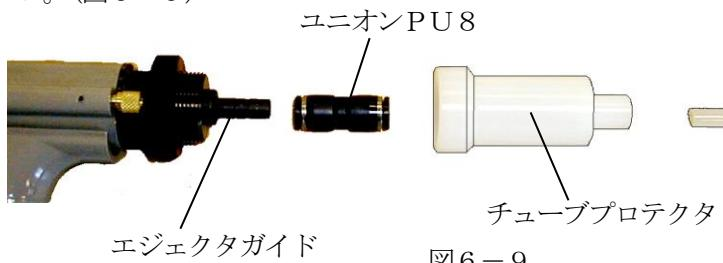

図6-9
③ ユニオンPU8をエジェクタガイドに差し込み、チューブプロテクタをエンドキャップにねじ込んで下さい。(図6-9)